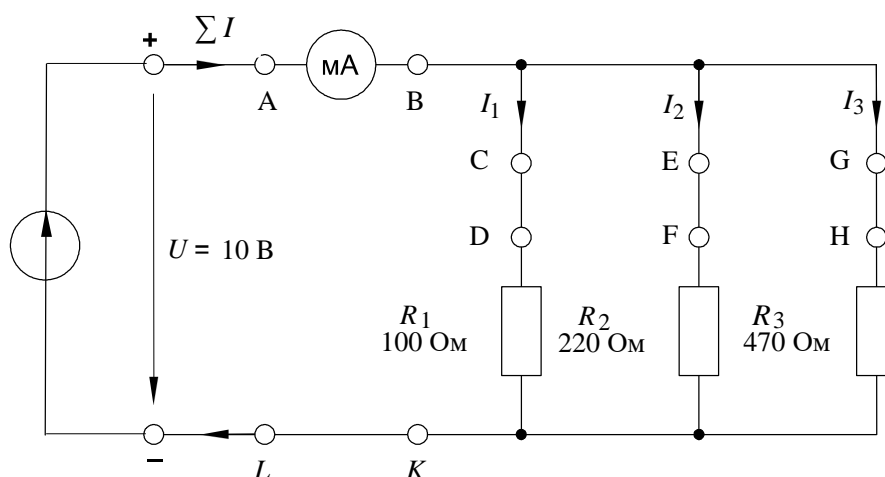

Рисунок 7 – Схема цепи с параллельным соединением резисторов
2.1. Соберите цепь согласно схеме (рис. 7) и подайте постоянное напряжение 10В на ее вход.